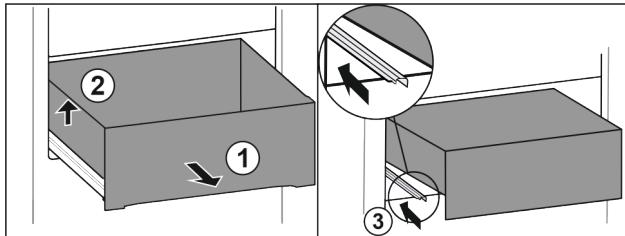

Fig. 82
- Вытяните выдвижной ящик до упора. Fig. 82 (1)
- Приподнимите выдвижной ящик слева. Fig. 82 (2)
- Вставьте левую направляющую. Fig. 82 (3)